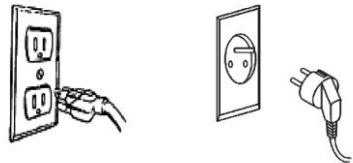

fig. 1
7. Cet outil ne doit être utilisé qu'avec un courant (monophasé) de 120 V et il est muni d'un cordon d'alimentation et d'une fiche à trois broches avec mise à la masse (fig. 1). Consultez un électricien qualifié si vous doutez de la mise à la masse appropriée de la prise. En cas de défaillance électronique ou de bris de l'outil, la mise à la masse procure un trajet de faible résistance pour éloigner l'électricité de l'utilisateur.